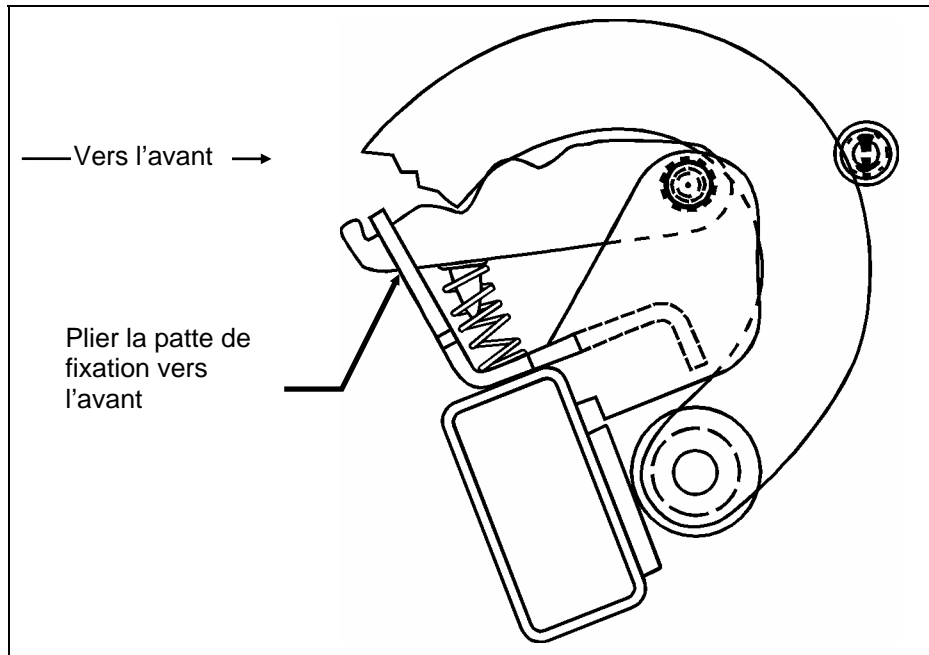

FIGURE 7
10. Plier la patte de fixation vers l'avant tel que décrit à la figure 7.